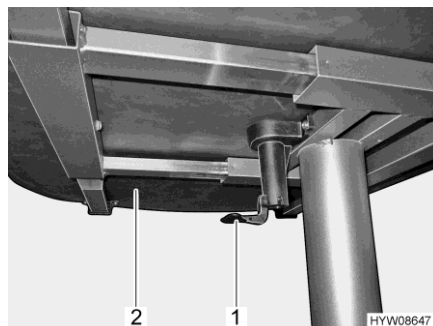

Fig. 96 Levier de déplacement du plateau de table
- Tirer le levier (Fig. 96,1) vers le bas ou l'enfoncer.
- Décaler le plateau de table (Fig. 96,2) dans la position désirée.